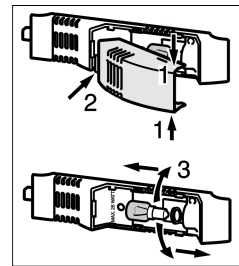

Fig. 8
- ▶ Saisir la protection d'ampoule en haut et en bas Fig. 8 (1).